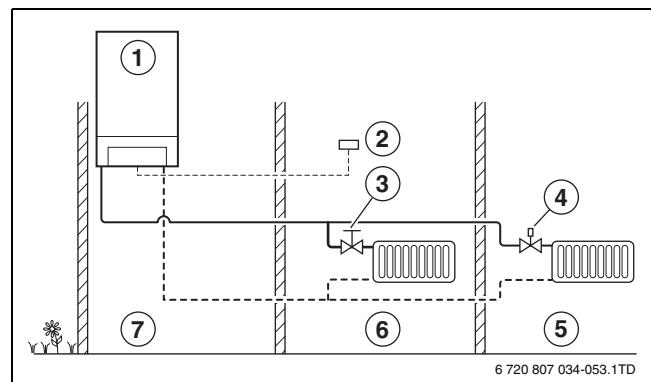

Bild 23 Regelprinzip der raumtemperaturgeführte Regelung
- Bei der raumtemperaturgeführte Regelung wird die Wunschtemperatur in 1 Raum durch die dort angebrachte Bedieneinheit (raumtemperaturgeführter Regler) geregelt. Für die richtige Temperaturregelung müssen Heizkörper mit manuellen Heizkörperventilen ausgeführt oder thermostatischen Heizkörperventilen vollständig geöffnet sein (→ Bild 23).